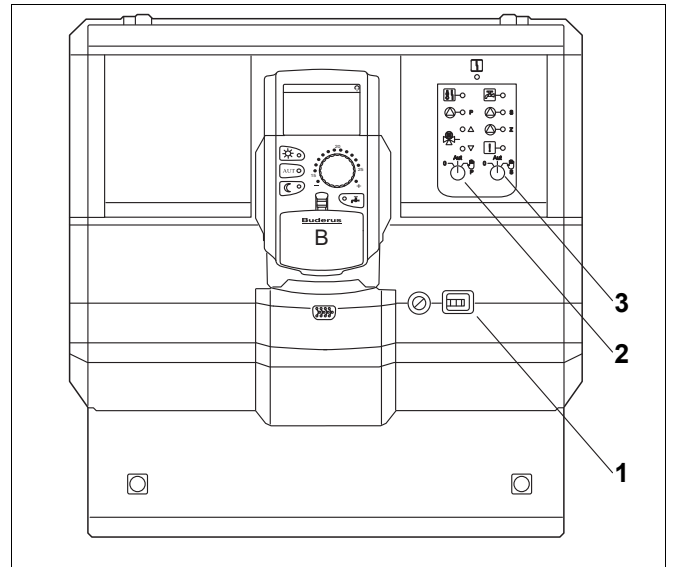

Рис. 26 Logamatic 4126
- Включите систему управления пусковым переключателем (→ Рис. 26, [1]).
- Для первичного контура (→ Рис. 26, [2]) установите переключатель  в положение "рука" ЗР.
- Для вторичного контура (→ Рис. 26, [3]) установите переключатель  в положение рука Зε.